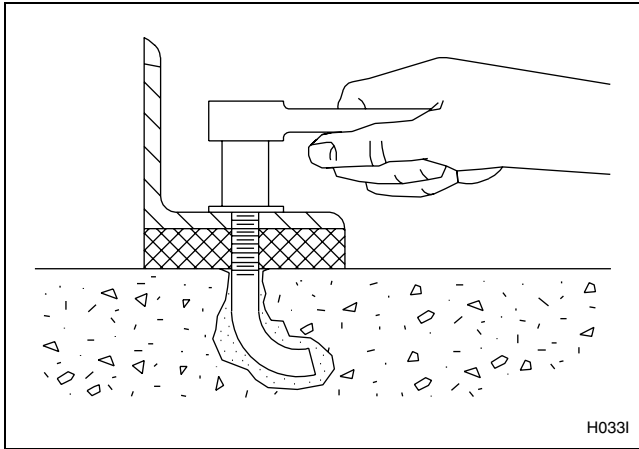

Figura 14
incrementos parejos, una después de la otra, hasta que todas estén apretadas de manera pareja y la máquina quede firmemente fijada al suelo. Consulte la *Figura 14*. Pase al paso 18.
13. Después de que la lechada esté completamente seca, apriete las tuercas de traba a incrementos iguales – una tras otra – hasta que todas estén apretadas por igual y el bastidor de base esté bien sujeto al suelo. Consulte la *Figura 14*.